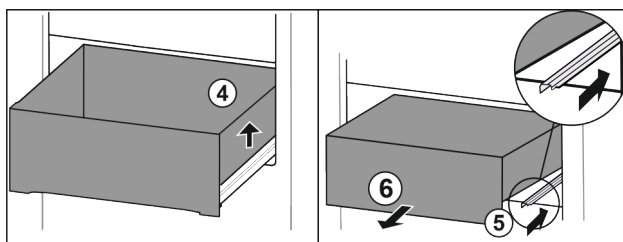

Fig. 114
- ▶ Ridicați sertarul din dreapta. Fig. 114 (4)
- ▶ Inșerați șina din dreapta. Fig. 114 (5)
- ▶ Extrageți sertarul spre înainte. Fig. 114 (6)